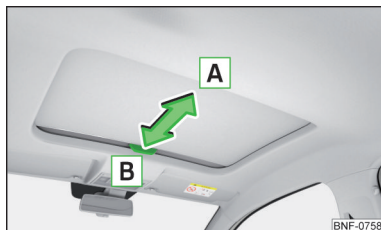

Bild 37
- Öppna genom att dra handtaget **A** i pilriktningen » bild 37.